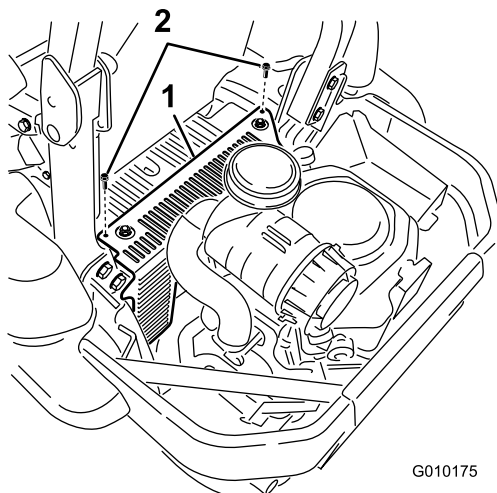

Figure 14
12. Pour les machines internationales uniquement : Posez le cache de l'unité hydraulique sur la machine (Figure 14).